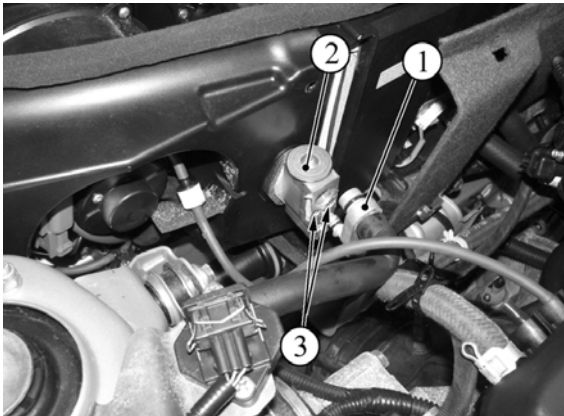

Рисунок 13 – Снятие терморегулирующего вентиля:
5.4.2 Отвернуть болт крепления блока трубопроводов к терморегулирующему вентилю (ТРВ), отсоединить блок 1, рисунок 13, трубопроводов от ТРВ, установить на трубопроводы и в отверстия ТРВ технологические заглушки (головка сменная 10, вороток, удлинитель).